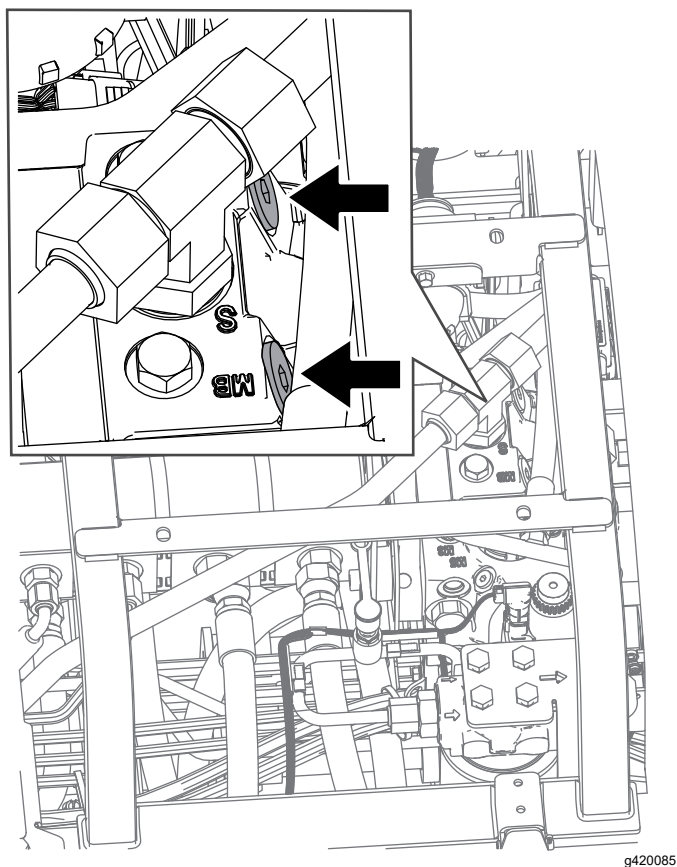

Рисунок 62
2. Найдите перепускные клапаны под сиденьем и в верхней части гидростата (Рисунок 62).